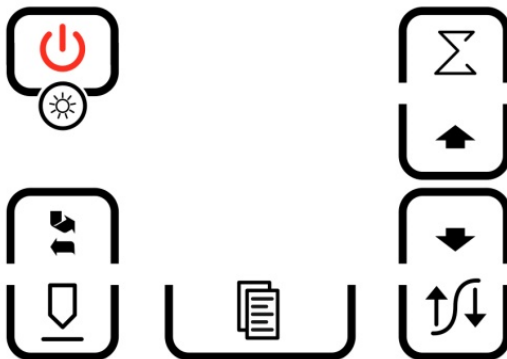

Рис. 4.2. Клавиатура управления толщиномером
– клавиатура управления толщиномером (рис. 4.2.) На тыльной стороне корпуса электронного блока расположена крышка батарейного отсека. На верхнем торце электронного блока расположены разъем для подключения преобразователя и разъем для соединения с компьютером (устанавливается по требованию заказчика).